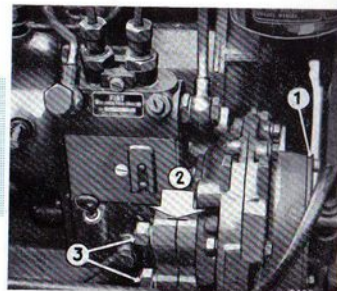
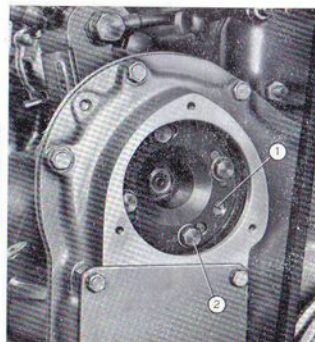

FIG. 35.
FIG. 36.
- Enlever le couvercle avant (1, fig. 35) ; à travers cette ouverture desserrer les 4 vis de fixation du manchon d'entraînement sur le pignon de commande (fig. 36) ;
- Pousser la bride de la pompe contre son siège et faire coïncider les repères gravés sur le bord des 2 flasques (2, fig. 35). Bloquer ensuite la pompe à l'aide des 4 écrous (3, fig. 35) ;
- Faire coïncider la ligne de référence du pignon d'entraînement avec le repère gravé sur le manchon (1, fig. 36), puis fixer ce dernier au moyen des 4 vis (2, fig. 36).